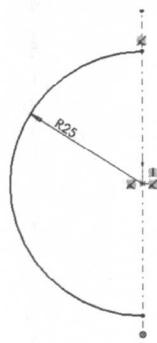

图 1-2 绘制的草图
- 绘制草图。在左侧的“FeatureManager 设计树”中选择“前视基准面”作为绘制图形的基准面。单击“草图”工具栏中的“中心线”图标，绘制一条通过原点的中心线，长度大约为 70；单击“草图”工具栏中的“原点/起/终点画弧”图标，绘制圆心为原点的半圆；单击“尺寸/几何关系”工具栏中的“智能尺寸”图标，然后单击半圆的边缘一点，弹出“修改”对话框，在对话框中输入值 25。单击“确定”图标，结果如图 1-2 所示。